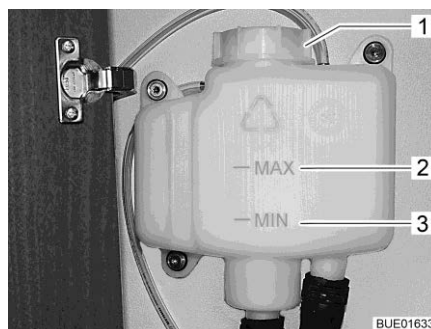

Bild 286 Expansionsbehållare utan kåpa
- Kontroll av vätskenivå utförs på expansionsbehållaren (Bild 286), nivån skall ligga mellan markeringarna "MIN" (Bild 286,3) och "MAX" (Bild 286,2).
- Vredet på expansionsbehållaren (Bild 286,1) öppnas.